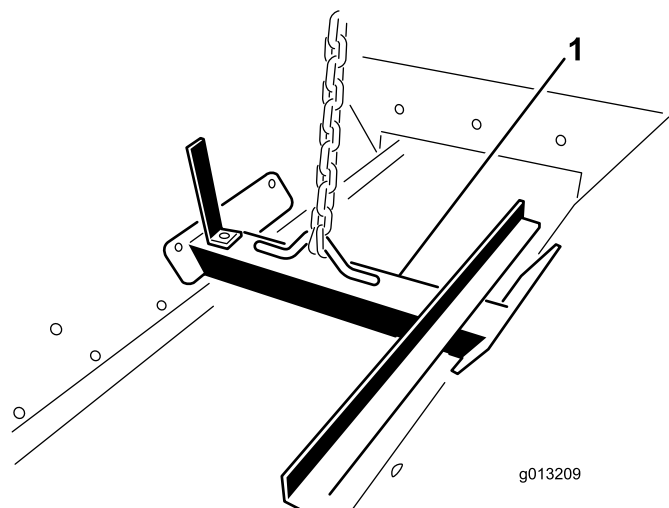

Figure 16
1. Fixez un dispositif de levage au support de levage boulonné à l'intérieur de la trémie (Figure 16).